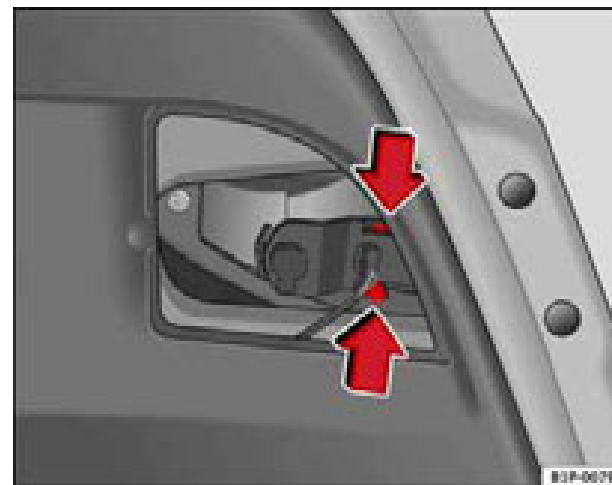

Fig. 165 Desmontaje del portalámparas
- Saque el portalámparas presionando las patillas de sujeción y extráigalo hacia afuera. ⇒ fig. 165)